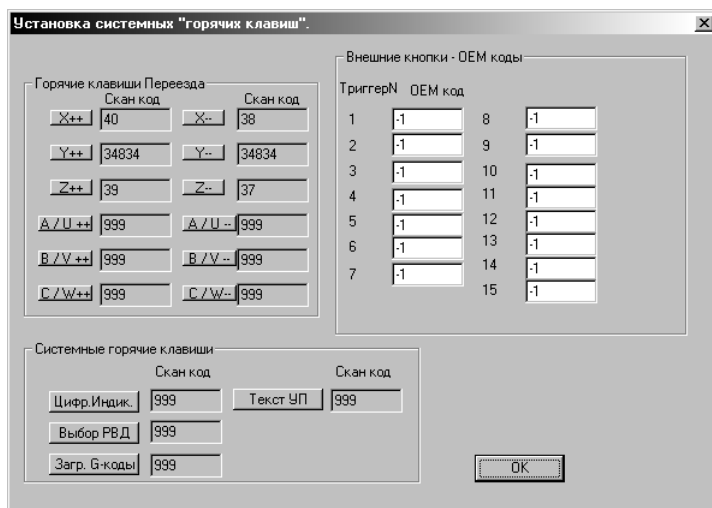

Рис. 28. Окно **Системные Горячие клавиши**.
4. Зайти в меню **Конфигурации – Системные Горячие клавиши** (Рис. 28). В этом окне устанавливаются клавиши